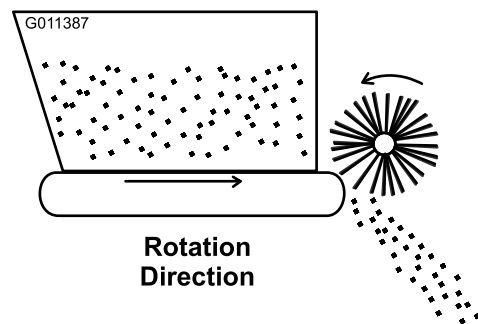

図 18
4. 車両のエンジンを始動し、コンベアとブラシの回転状態を確認する。車両のリモート油圧装置のレバーをRUN位置にセットする。回転方向が図 18 のようになっていれば良い。回転方向が逆の場合には、クイックカップラの接続を入れ替える。